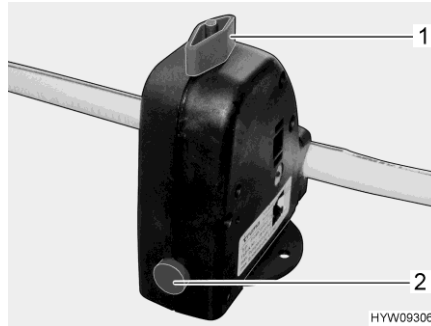

Bild 214 Sicherheits-/Ablassventil
Der Boiler ist mit einem Sicherheits-/Ablassventil (Bild 214) ausgestattet. Das Sicherheits-/Ablassventil verhindert, dass das Wasser im Boiler einfriert, wenn bei Frost die Heizung nicht eingeschaltet ist.
- Sicherheits-/Ablassventil schließen. Dazu den Drehknopf (Bild 214,1) quer zum Sicherheits-/Ablassventil drehen und den Druckknopf (Bild 214,2) hineindrücken.
- Sicherheits-/Ablassventil öffnen. Dazu den Drehknopf (Bild 214,1) längs zum Sicherheits-/Ablassventil drehen. Der Druckknopf (Bild 214,2) springt heraus. Der Boiler wird über das Sicherheits-/Ablassventil nach außen entleert.